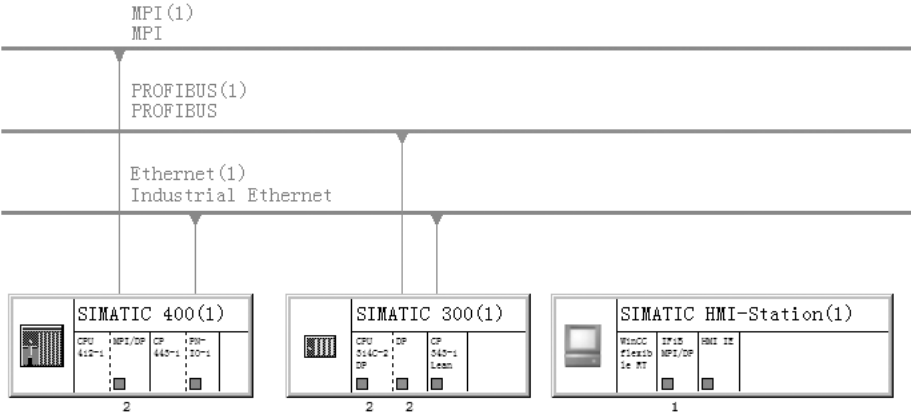
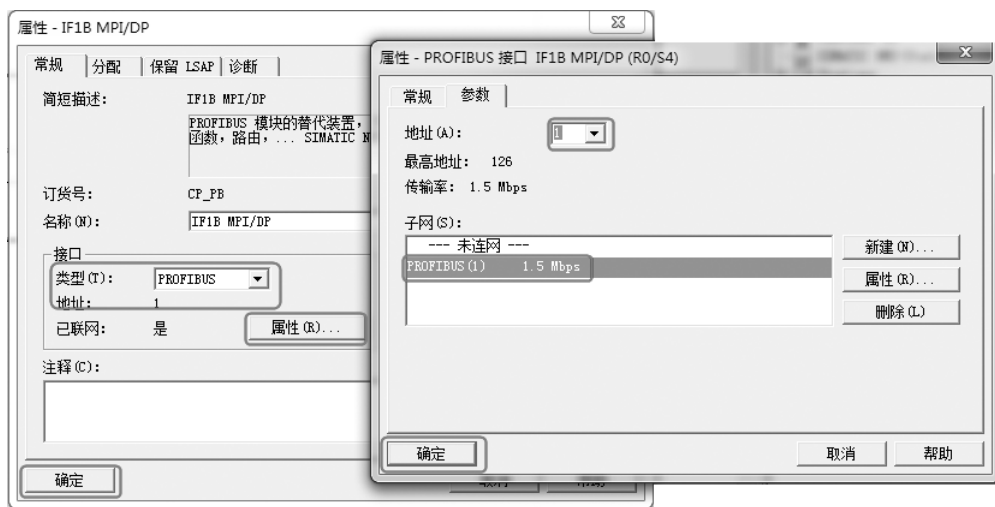

图 8-207 网络组态 (1)
图 8-208 网络组态 (2)
在 SIMATIC Manager 界面中，单击工具栏的“组态网路”按钮，打开组态网络界面，如图 8-207 所示。此时，把 PC Adapter 连接在 CPU412 - 1 上，仅能与 CPU412 - 1 通信，不能与 MP270 和 CPU314 - 2DP 通信。
在网络组态界面中，双击图 8-207 中 SIMATIC HMI - Station(1) 中的红色方框，弹出如图 8-208 所示的选项卡，选择通信接口的类型为“PROFIBUS”；单击“属性”按钮，选中“PROFIBUS(1) 1.5 Mbps”网络，把 HMI 的 DP 地址修改为“1”，单击“确定”按钮，再单击“确定”按钮，此时在网络组态界面可以看到，HMI 已经连接到 PROFIBUS 网络上了。到目前为止，仍然不能实现路由功能。